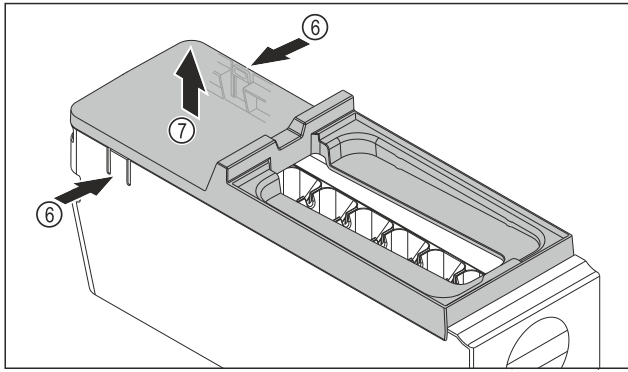

Fig. 79
- ▶ Rimuovere la copertura del corpo dell'EasyTwist-Ice: Con una mano, premere le linguette Fig. 79 (6) su entrambi i lati del corpo dell'EasyTwist-Ice.
- ▶ Con l'altra mano, estrarre verso l'alto la copertura Fig. 79 (7).